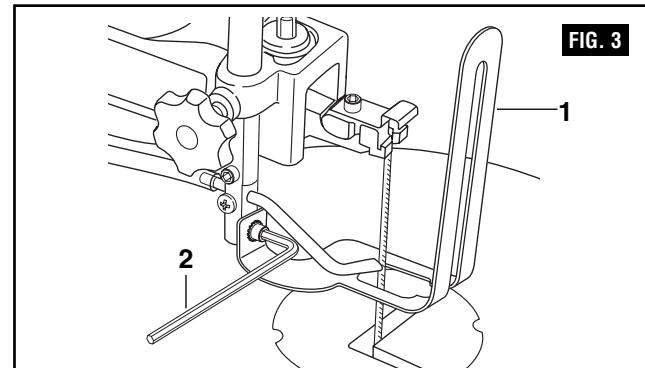

FIG. 3
1. Relâchez la tension de la lame en soulevant le levier de tension à relâchement rapide (1) (Fig. 3).
3. Desserrez la vis du porte-lame supérieur (2) et la vis du porte-lame inférieur (3). Appuyez sur le porte-lame supérieur pour faire sortir la lame du porte-lame. Retirez la lame du porte-lame inférieur.
7. Pour tendre la lame, mettez le levier de tension à relâchement rapide (1) dans la position abaissée. Au fur et à mesure que le levier est abaissé, une tension est appliquée à la lame. Assurez-vous que la lame est placée correctement entre les porte-lame. Tournez le bouton de tension de la lame d'un autre tour complet dans le sens des aiguilles d'une montre. Cette pression sur la lame devrait être suffisante pour la plupart des opérations de coupe.